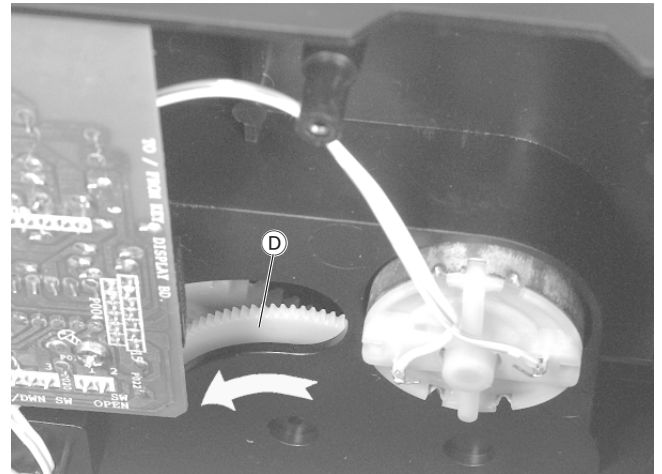

Fig. 2
- Durch Drehen des Zahnrades **D** (Fig. 2) in Pfeilrichtung die CD-Schublade ausfahren und CD-Schubladenblende vorsichtig nach oben abziehen.
- Move the tray out by turning gearwheel **D** (Fig. 2) in the direction of the arrow and pull out the CD tray cover carefully towards the top.